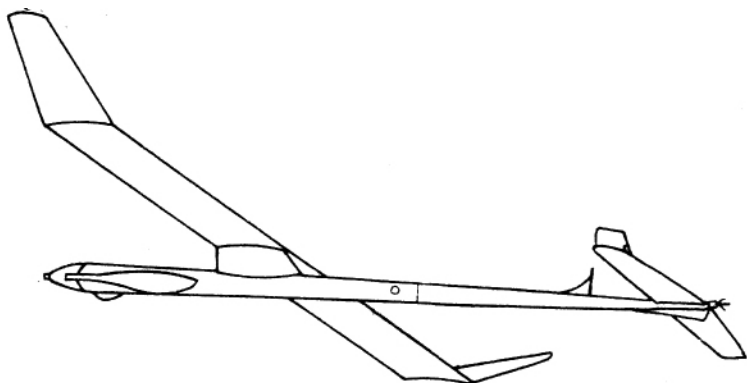

图 1-4 橡筋动力模型飞机
(4) 橡筋动力模型飞机——以橡筋的扭力作为动力，带动螺旋桨旋转，产生拉力，使模型飞机上升，然后模型进入自由滑翔飞行。如图 1-4。